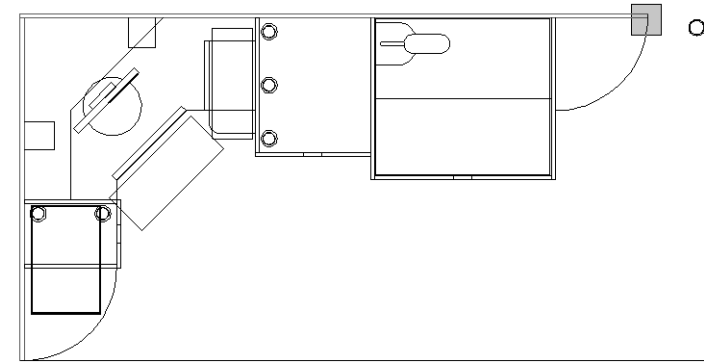

Рис. 6.14 ▼ Использование рамки выделения для выделения правой вертикальной границы контура задней стенки
задней стенки. Охватите рамкой выделения область, в которой находится нужная нам линия, как показано на рис. 6.14, следя за тем, чтобы рамка выделения полностью охватила только вертикальную линию.
6. Охватив нужную область рамкой выделения, как показано на рис. 6.14, и щелкнув мышью, раскройте список свойств слоев панели инструментов **Слой** (Layers) и выберите из него слой **Высота 720** для перемещения выделенной вертикальной линии со слоя **0** на слой **Высота 720**.